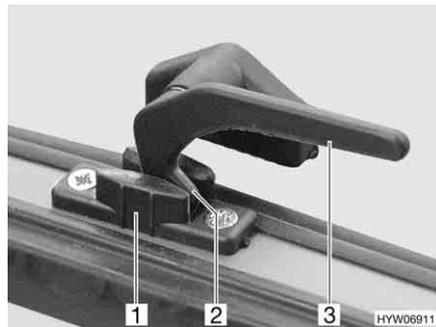

Fig. 66 Palanca de bloqueo en la posición de "ventilación continua"
- En la posición "ventilación continua" (Fig. 66)
- Girar todas las palancas de bloqueo (Fig. 66,3) un cuarto de vuelta hacia el centro de la claraboya.
- Girar de nuevo hacia atrás las palancas de bloqueo. El saliente de bloqueo (Fig. 66,2) se ha de introducir para ello en el rebaje del bloqueo de la claraboya (Fig. 66,1).